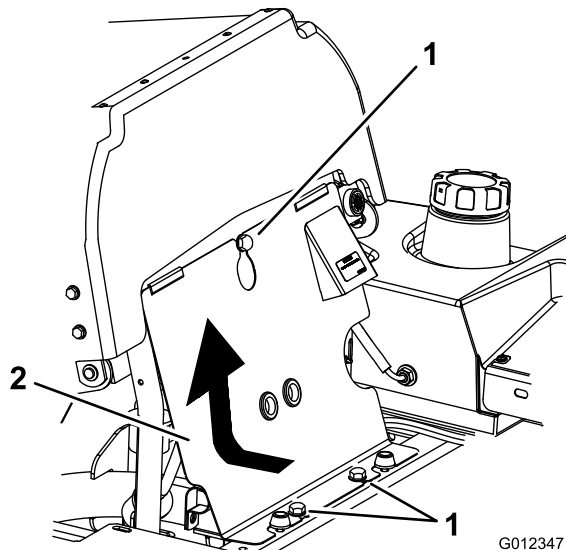

Figura 63
3. Inclinate il sedile in avanti, allentate i bulloni e togliete il pannello anteriore del motore (Figura 63).